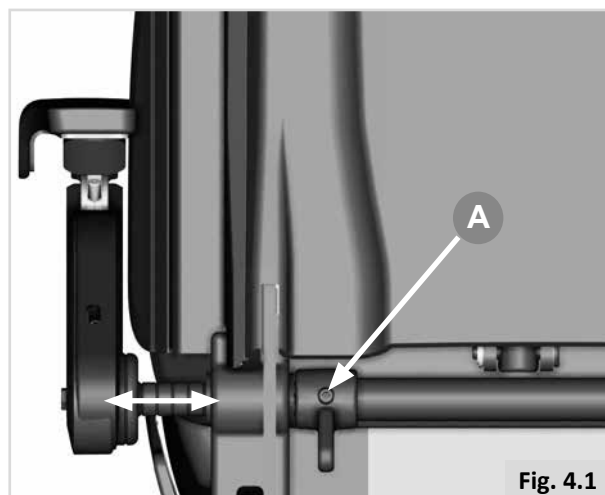

Fig. 4.1
- Desaperte os dois parafusos (chave Allen de 5,0mm) na barra transversal como ilustrado na (Fig. 4.1 - A).